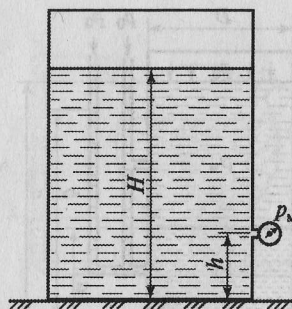

Рис. 2.13
**Задача 2.14.** Показание манометра, расположенного на расстоянии  $h = 1 \text{ м}$  от дна резервуара,  $p_m = 5 \text{ Н/см}^2$ . Определить высоту свободной поверхности бензина  $H$  в резервуаре (рис. 2.13), если  $\rho_b = 850 \text{ кг/м}^3$ ;  $g \sim 10 \text{ м/с}^2$ .